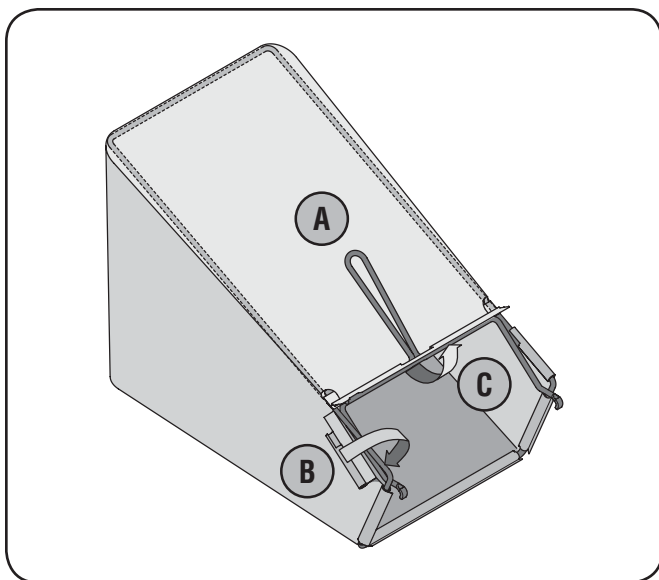

Figure 3-3
- b. Attachez le sac sur l'armature en accrochant les glissières sur l'armature, comme à la Fig. 3-3. Toutes les glissières en plastique, sauf celle du dessus du sac, s'accrochent de l'extérieur du sac.